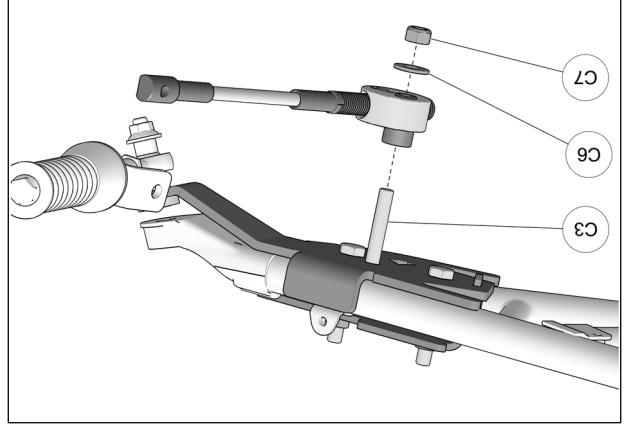

Fig. 26
16. Positionner le disque en aluminium du limiteur de conduite au boulon (C3) déjà installé. Utiliser la rondelle (C6) et l'écrou (C7) pour fixer le limiteur de conduite en place. Serrer l'écrou à un couple de 50 N•m [37 lb•pi]. Fig. 26